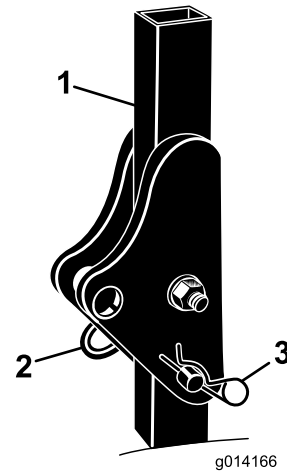

Рисунок 5
2. Поднимите защитную дугу в вертикальное положение, вставьте два пальца и закрепите их U-образной шпилькой (Рисунок 5).
1. Извлеките U-образную шпильку и пальцы с защитной дуги (Рисунок 5).